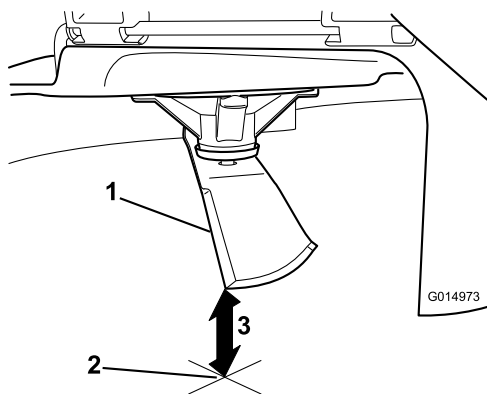

Bild 62
3. Messen Sie von der Messerspitze bis zu ebenen Fläche (Bild 62).